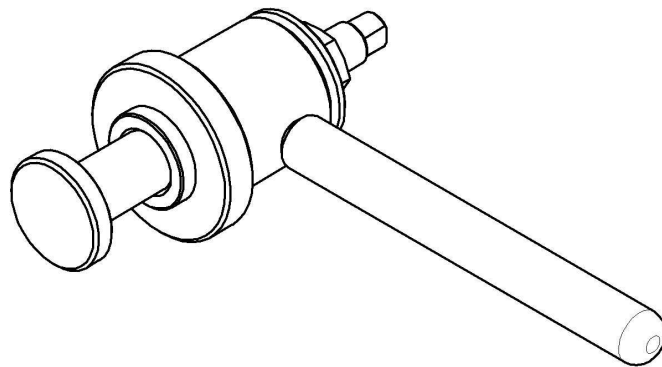

Рис. 7. Приспособление для запрессовки манжет.
- Для качественной запрессовки необходимо использовать специальное приспособление (рис. 7).